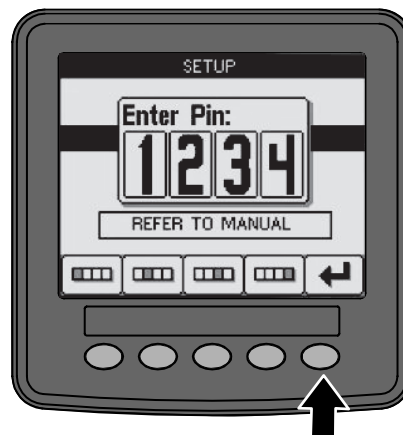

Figura 17
3. Quando completate l'inserimento del PIN, selezionate l'icona di invio (Figura 17).